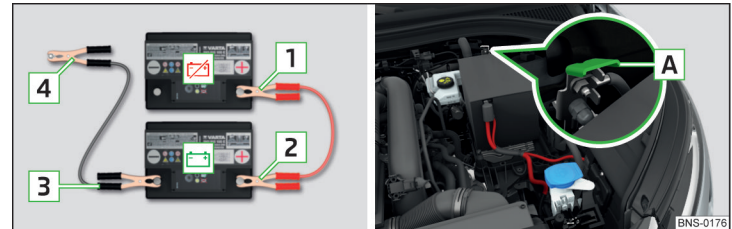

Abb. 352 **Starthilfe:** ☹ - entladene Batterie, ☺ - stromgebende Batterie / Massepunkt des Motors beim START-STOPP-System
- Bei Fahrzeugen **mit** dem START-STOPP-System die Klemme **4** am Massepunkt des Motors **A** befestigen » Abb. 352.